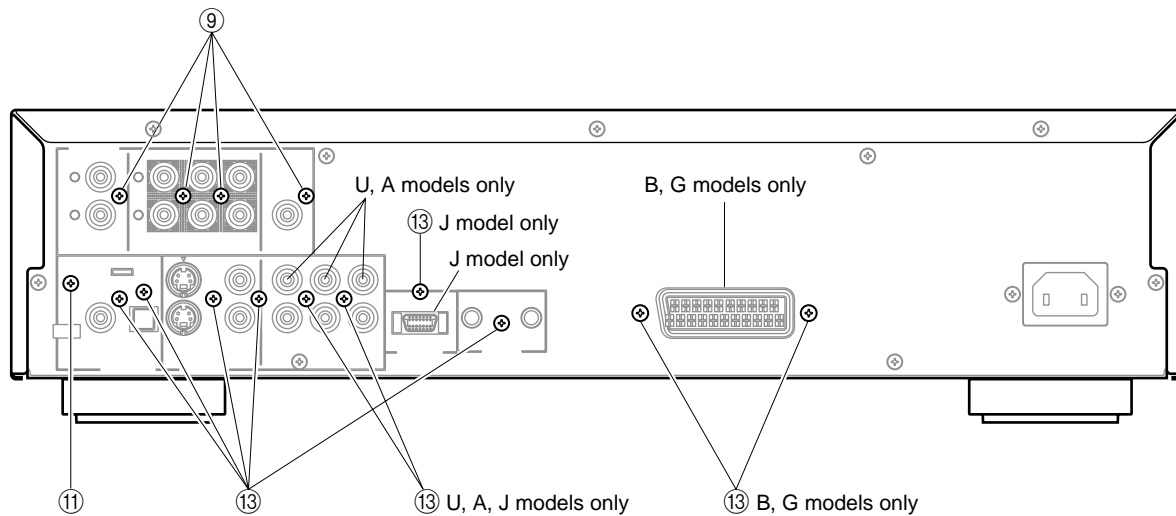

Fig. 7
- Remove 4 screws (9). (Fig. 7)
- Remove 1 screws (11). (Fig. 7)
- 9のネジ4本を外します。(Fig. 7)
- 11のネジ1本を外します。(Fig. 7)
- Remove 7 screws (13). (Fig. 7)
- 13のネジ8本を外します。(Fig. 7)